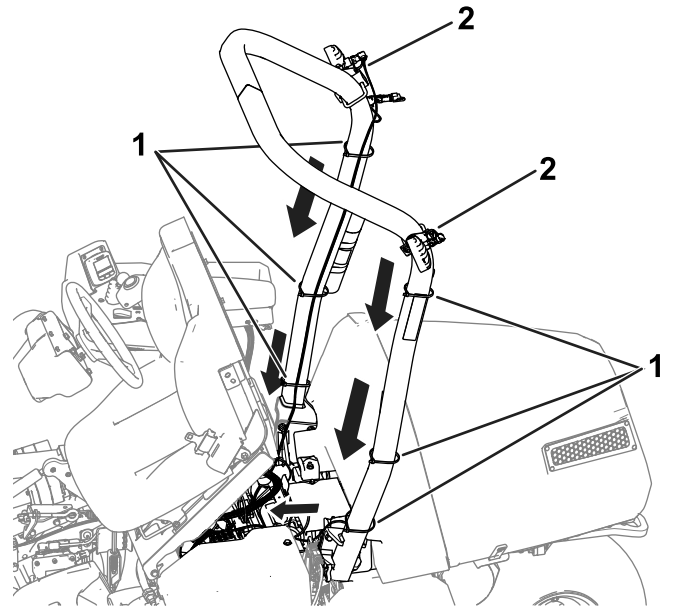

图 2
4. 将线束沿着翻车保护杆布置到座椅下方图 2。
- 使用 2 根扎带 18.4cm 将线束固定到左、右支架请参阅 图 2。
- 使用 6 根扎带 36.8cm 将线束固定到翻车保护杆上请参阅 图 2。